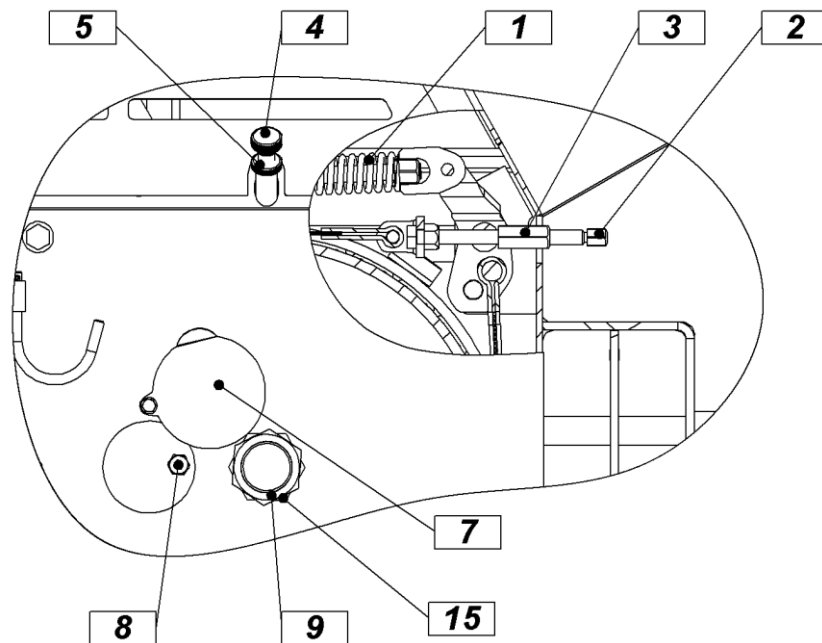

Bild 11
Die Sicherheitsmutter (Pos. 9, Bild 11) nach links abschrauben und die hohe Mutter (Pos. 15, Bild 11) nach rechts zuziehen. In dieser Position gibt es zwischen den Kupplungen keinen Spielraum. Danach die Mutter eine Drehung nach links aufdrehen und der gesamte Spielraum zwischen Lamelle beträgt ca. 4-5 mm. Die Sicherheitsmutter (Pos. 9, Bild 11) noch einmal nach rechts drehen. So ist die hohe Mutter vor dem Lösen gesichert. Den Motor und die Gelenkwelle einschalten, das Seil ausziehen und mit der Kontrolle der Einstellungen beginnen.
Wenn sich das Drahtseil automatisch zu bewegen beginnt, ohne die Zugfunktion zu betätigen, ist der Spielraum zwischen den Kupplungen zu klein und muss für ca. 1 mm vergrößert bzw. der Vorgang wiederholt werden. Drehen Sie dafür die hohe Mutter  $\frac{1}{4}$  Drehung nach links. Das Ziehen ist untersagt, wenn die Muttern (Pos. 9 und 15, Bild 11) nicht befestigt sind. In diesem Fall kann zur Beschädigung des Hydraulikzylinders kommen, weil der maximal erlaubte Gang nur 8 mm beträgt!
**Mit der Schraube (Pos. 4, Bild 11) und der Mutter (Pos. 5, Bild 11) wird die Vorbremse eingestellt.** Durch richtige Einstellung wird es zugesichert, dass sich das Drahtseil nicht von selbst bzw. zu schnell von der Trommel abwickelt. Das würde bei einer schnellen Entlastung der Bremse und schnellem Abwickeln eine lockere Wicklung verursachen und das Drahtseil beschädigen. Die Vorbremse ist richtig eingestellt, wenn das Seilabwickeln noch ohne größeren Kraftaufwand möglich ist. Wenn das Ziehen bergauf erfolgt, kann die Vorbremse noch zusätzlich entlastet werden, damit das Seilziehen erleichtert wird. Danach die Schraube (Pos. 4, Bild 11) sofort in die ursprüngliche Stellung bringen.
Wenn man mit dem Ziehen aufhört, übernimmt die Differentialbremse automatisch die Last. Die Bremse ist schon werkseitig auf eine Bremskraft eingestellt, die für 25% größer als die Nennzugkraft der Seilwinde ist. Die Bremskraft wird durch den Verschleiß des Reibbelages verändert und muss erneut eingestellt werden. Diese ist notwendig, wenn die Bremse keine Last mehr aufhalten kann, wie schon am Anfang dieses Absatzes beschrieben wurde. Die Bremskraft mit der Lösung und dem Anziehen der Schraube (Pos. 2, Bild 11) oder dem vorläufigen Lösen der Sicherungsmutter (Pos. 2, Bild 11) einstellen. Das Anziehen der Schraube (Pos. 2, Bild 11) bedeutet eine Verminderung der Bremskraft und das Lösen eine Vergrößerung. Nach der fertigen Einstellung die Sicherungsmutter (Pos. 3, Bild 11) anziehen. Eine richtig eingestellte Bandbremse in der Einschaltstellung verhindert das Rutschen der Last nach hinten, in der Ausschaltstellung ermöglicht sie aber ein ungestörtes Ausziehen des Seils aus der Seilwinde.
Zuerst wird das dreieckige Schutzgitter an der Stütze der Seilwinde entfernt. Dann wird auch der Deckel (Pos. 7, Bild 11) entfernt und die Trommel in jene Position gedreht, die das Ablösen der Schraube an der Trommel (Pos. 8) ermöglicht. Das Drahtseil wird in die obere Seilführung und über die obere Umlenkrolle zur Seiltrommel eingeleitet. Das Seil wird in die Rille eingeleitet, und die Schraube (Pos. 8) angezogen. Danach beginnt man mit dem Aufwickeln, wie es beim Verfahren des Ziehens vorgeschrieben ist. Nachdem das Seil in der Gesamtlänge aufgewickelt worden ist, wickelt man es noch einmal ab, wie im Kapitel »Abwickeln des Drahtseils« beschrieben, um die Beschädigung des Seils zu vermeiden.